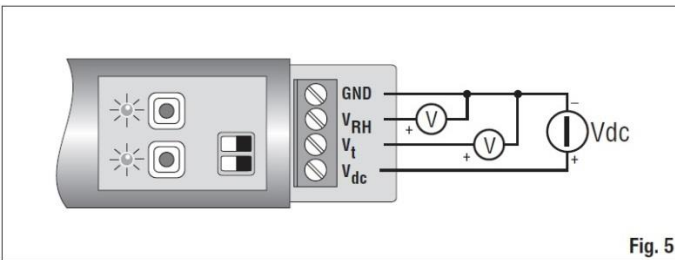
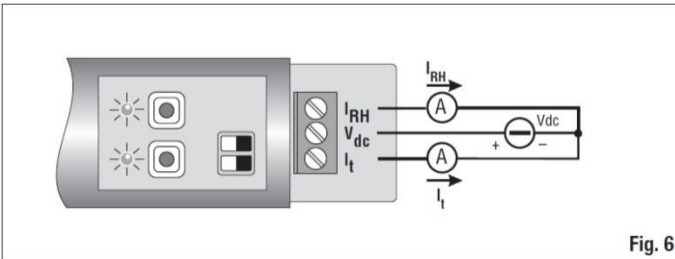

Fig. 5
Fig. 6
2. Verbinden Sie die Drähte, um das Gerät mit Strom zu versorgen, wie in den Anschlussschemen gezeigt (Abb. 5: HD 9008TRR und Abb. 6: HD 9009TRR).